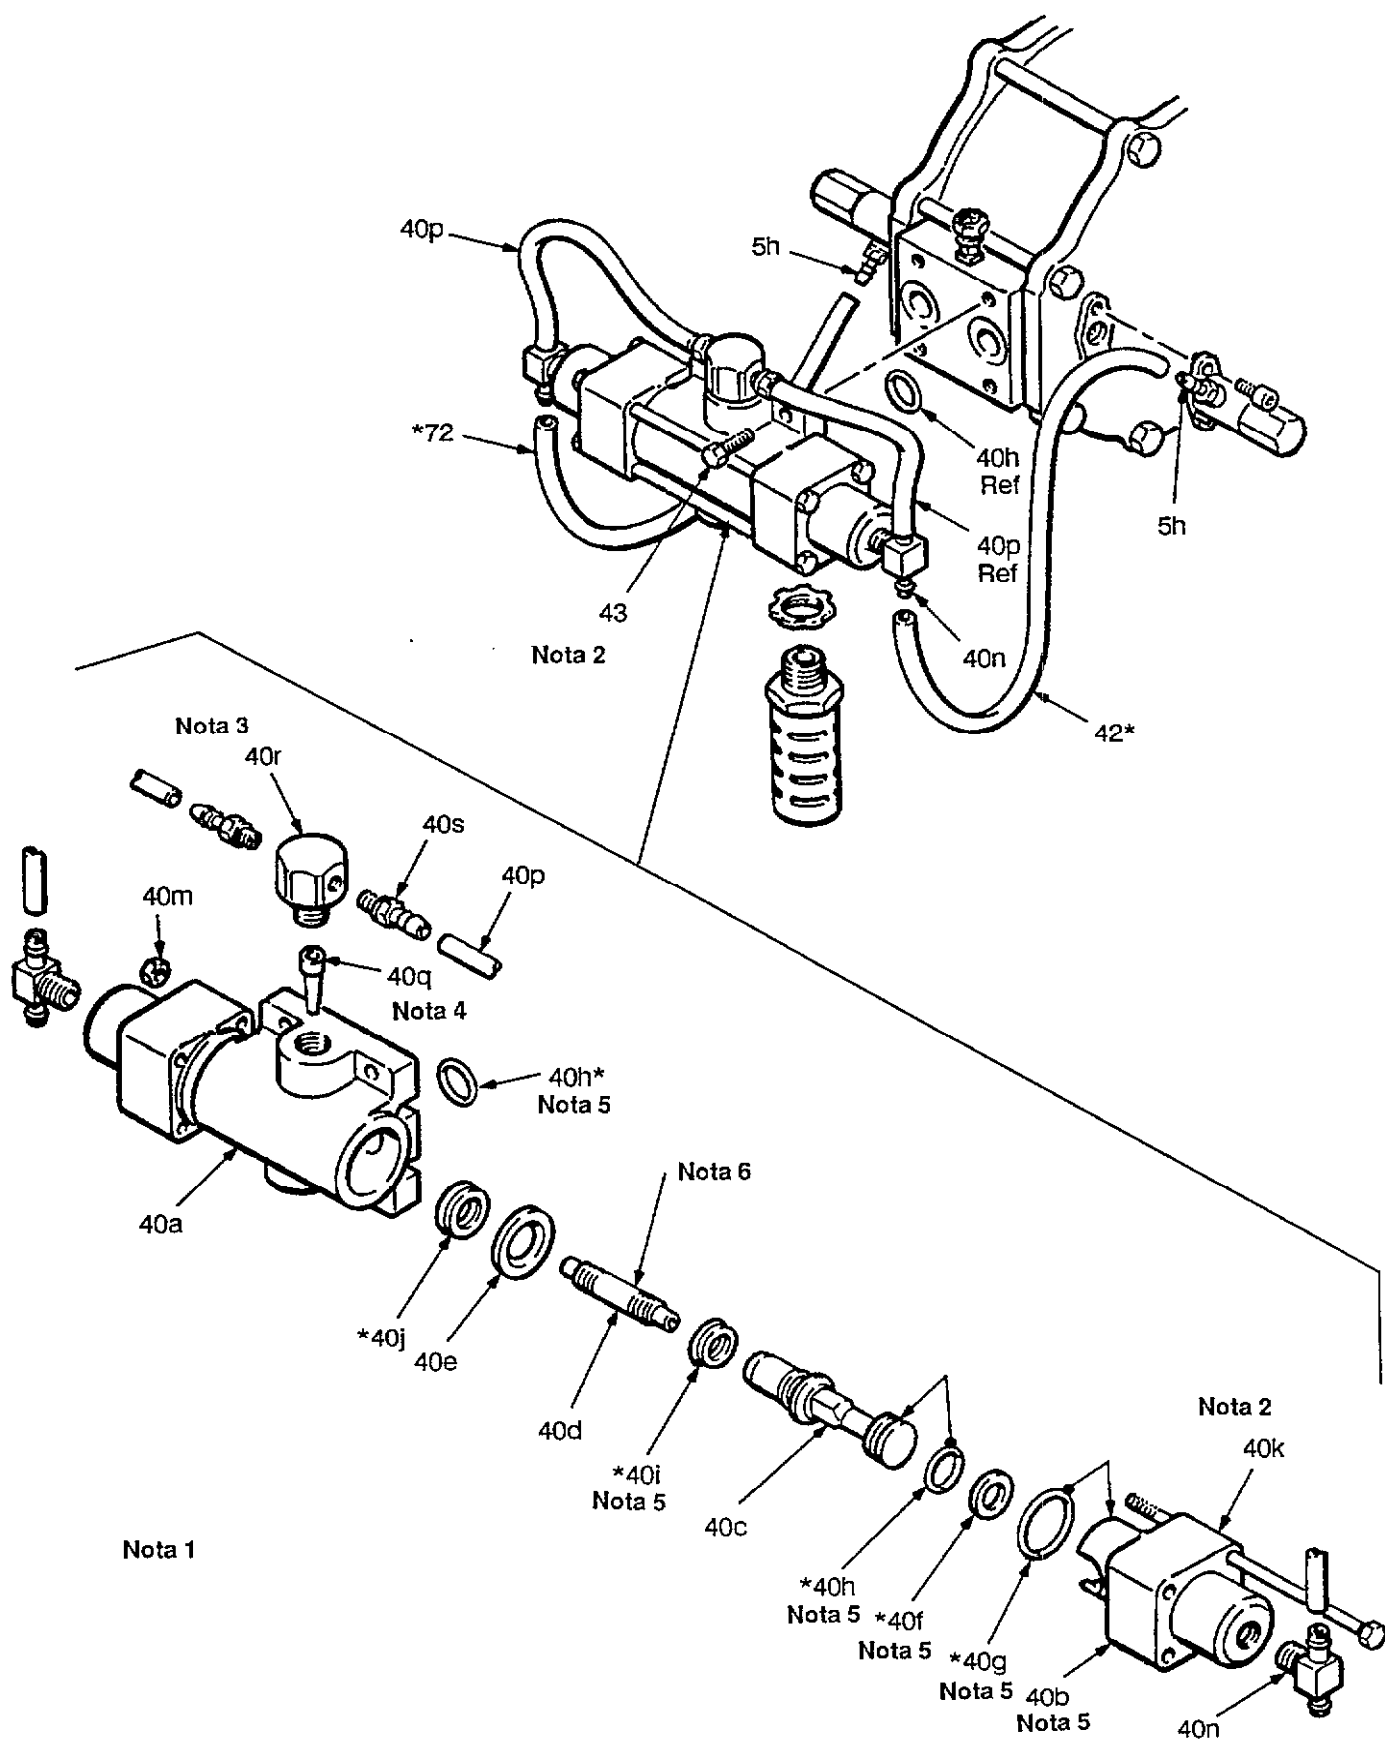

Fig. S-3
2. Hacer un pequeño corte en los extremos de los tubos (72*, 42*, 40p*) y desconectarlos de las guarniciones de la válvula piloto (5h), conexiones en T de la válvula de aire (40n) y guarniciones de la lengüeta (40s). Ver la Figura S-3.
5. Si el filtro de aire (40q) requiere limpieza o cambio, desatornillar el alojamiento del filtro (40r) y sacar el filtro. Para limpiarlos, sumergir el alojamiento del filtro y el filtro en disolvente hasta que estén limpios. Secarlos soplando aire comprimido a baja presión (inferior a 2,1 bares). Ajustar a presión el filtro en el alojamiento, aplicando 40-60 libras de fuerza. Ver la Figura S-3. Aplicar producto impermeable sellador en las roscas del alojamiento del filtro y atornillarlo en el alojamiento central (40a).
9. Instalar la válvula de aire en la bomba mediante los cuatro tornillos de sombrerete (43). Apretar alternativamente y de manera pareja con par 3-5 N.m.
10. Conectar los nuevos tubos (72*, 42*, 40p*) a las conexiones de la válvula piloto (5h), Tes de la válvula de aire (40n) y guarniciones de la lengüeta (40s) como se muestra en la Figura S-3.